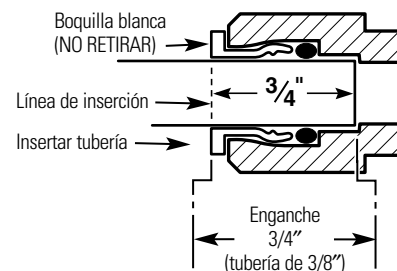

Fig. 9
3. Empuje la tubería firmemente hacia cada conexión en el recolector hasta que la tubería esté nivelado con el collar. (Si se retira la tubería, vuelva a cortar el extremo, mida, marque y vuelva a insertar). La tubería debe estar firmemente insertada para evitar fugas (Fig. 9). **(Para retirar la tubería: Libere y sostenga la boquilla blanca; hale la tubería hacia fuera para retirar.)**